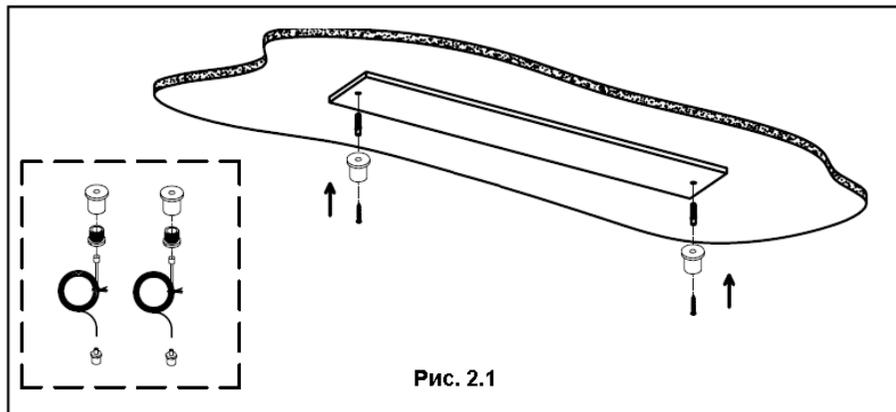

Рис. 2.1
- Наметьте и проделайте отверстия в монтажной поверхности, исходя из расположения подготовленных отверстий на монтажных кронштейнах светильника. Вставьте дюбели в подготовленные отверстия в монтажной поверхности. (Рис.2.1);
- Прикрепите установочные гайки к монтажной поверхности с помощью саморезов, используя подготовленные отверстия с дюбелями (Рис.2.1);